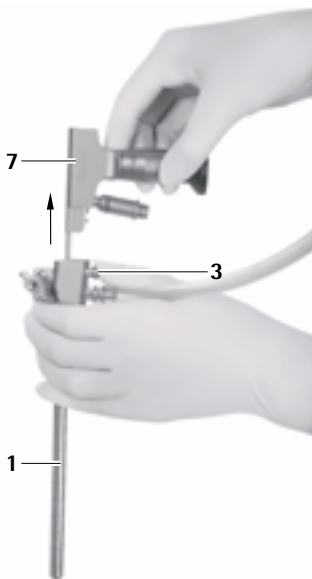

Fig. 11
- Appuyer sur le bouton de déverrouillage 3 et retirer l'endoscope 5 hors du trocart MINOP inVent 1, voir Fig. 11.